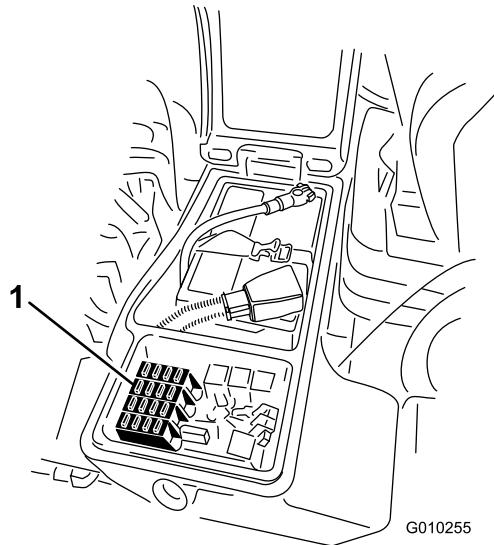
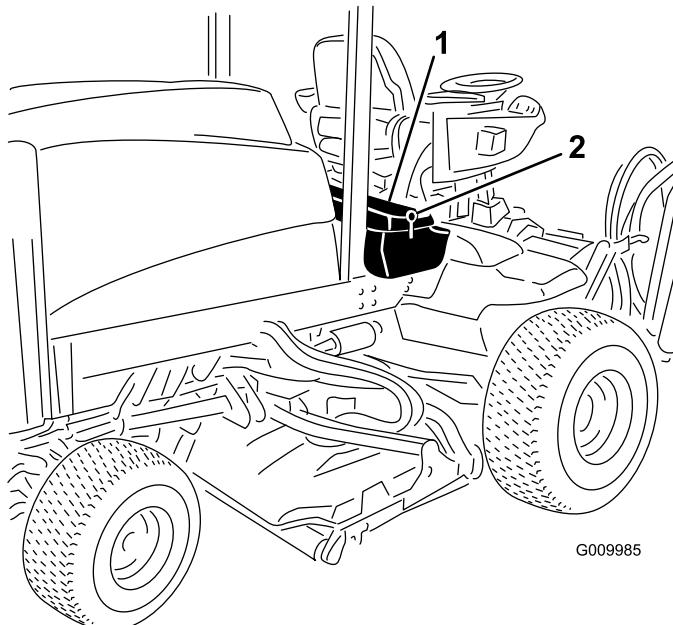

Bild 48
Bild 47
## 3. Schließen Sie die Abdeckung des rechten Ablagekastens und befestigen Sie die Abdeckung mit dem Riegel (Bild 47).
1. Lösen Sie den Riegel für die Abdeckung des rechten Ablagekastens und heben Sie die Abdeckung (Bild 47) hoch, um an den Sicherungsblock zu gelangen (Bild 48).
2. Wechseln Sie ggf. die offenen Sicherungen aus (Bild 48).